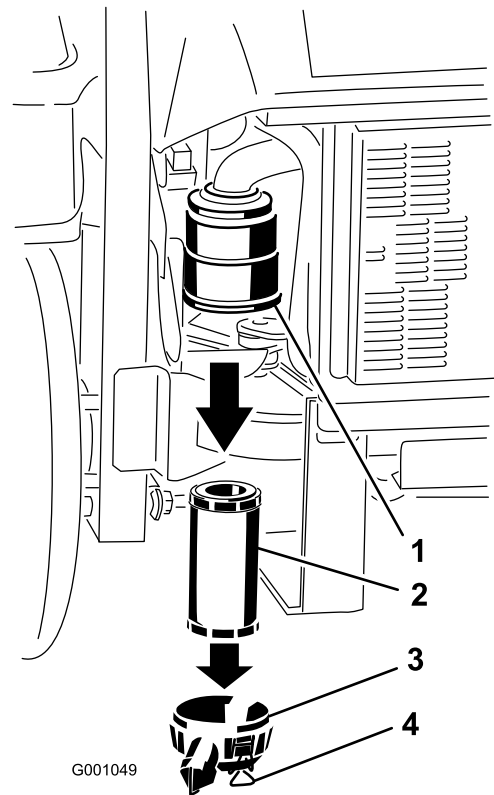

Figure 52
3. Déverrouillez le filtre à air et détachez le couvercle du boîtier du filtre (Figure 52).
5. Sortez l'élément filtrant du boîtier du filtre à air avec précaution (Figure 52).